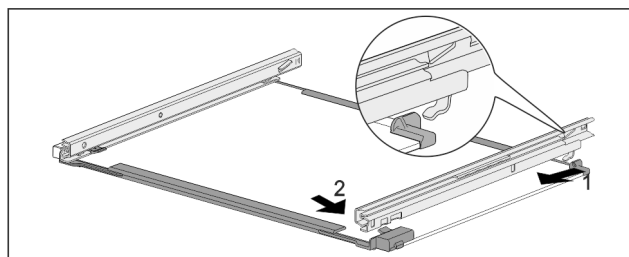

Fig. 151 Tablette en verre avec rails
- ▶ Accrocher le rail à l'arrière. Fig. 151 (1)
- ▶ Accrocher le rail à l'avant. Fig. 151 (2)